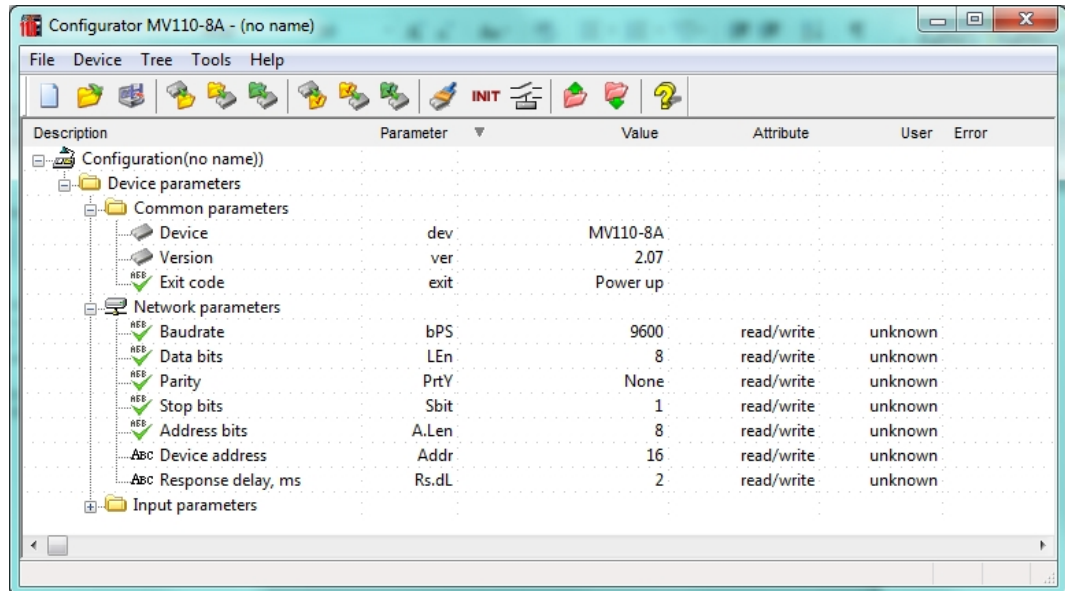

Abb. 8.2 M110 Configurator Hauptfenster
- Das Hauptfenster des Programms wird geöffnet. Verwenden Sie das Menüpfad 'Device>Read all' um die Benutzernetzwerkeinstellungen vom Gerät zu lesen (siehe Abb. 8.2).